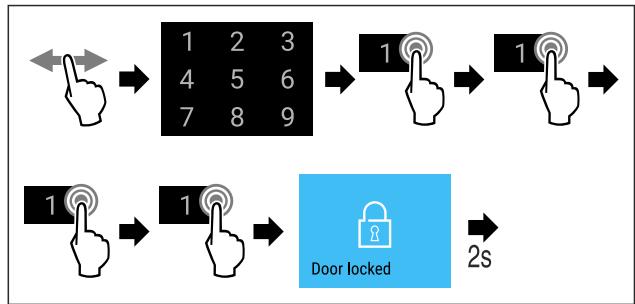

Fig. 74 Блокировка двери при помощи кода двери 1 1 1 1.
- ▶ Выполните шаги действия (см. Fig. 74).